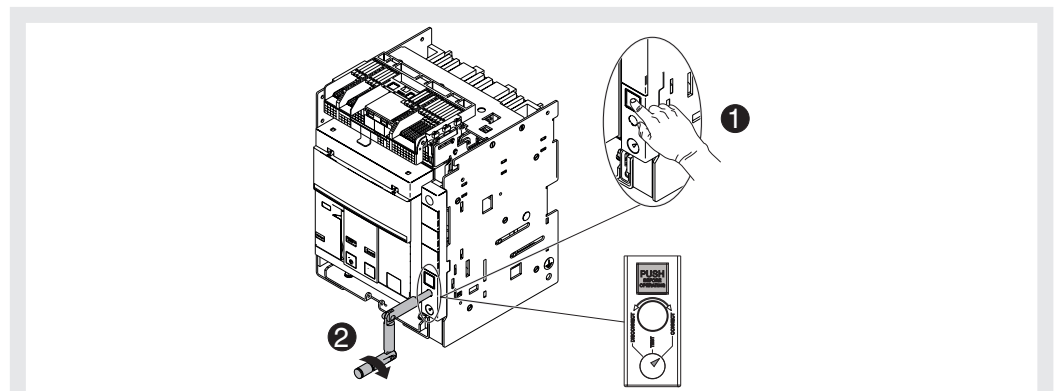

Figure 36
7. Appuyer sur le bouton de blocage puis tourner la manivelle dans le sens des aiguilles d'une montre jusqu'à ce que le bouton sorte et l'indicateur signale que le disjoncteur est en position **CONNECT**. Voir Figure 36.